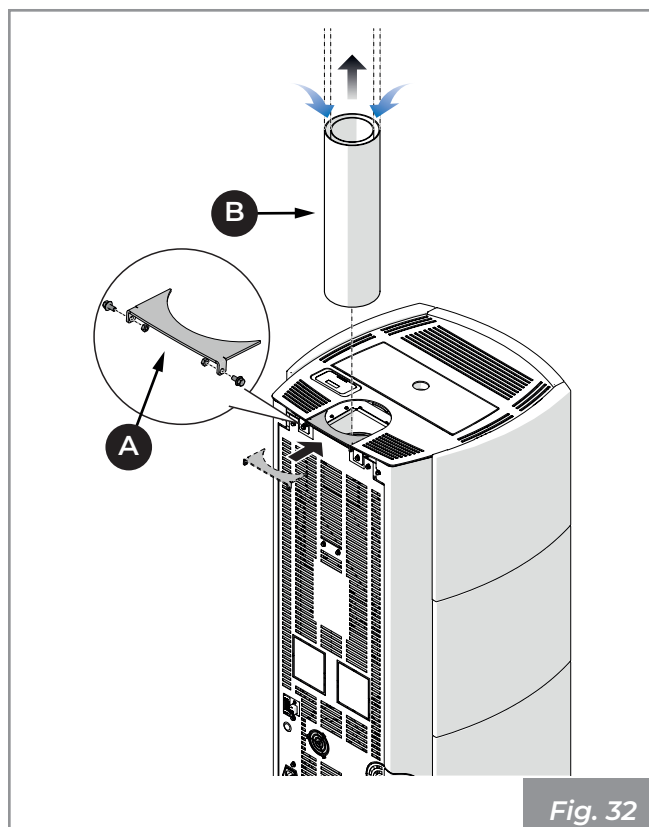

Fig. 32
- Relier le tube coaxial **(B)** (**Fig. 32**)